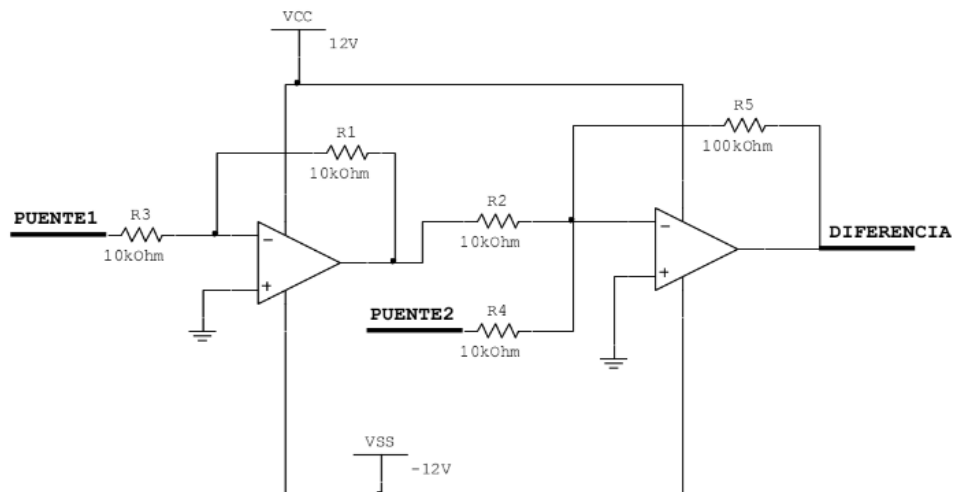

Figura 1.
3. ¿Qué función tiene la primera configuración del amplificador operacional en modo seguidor de la figura 1?